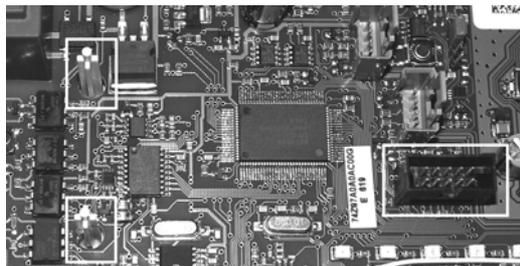

Figure 1
- Positionner la carte d'extension sur les deux points de fixation sur la carte mère et la brancher dans le connecteur. (voir la figure 1).
- Position the expansion board on the two securing points on the motherboard, and plug it into the connector. See Figure 1.